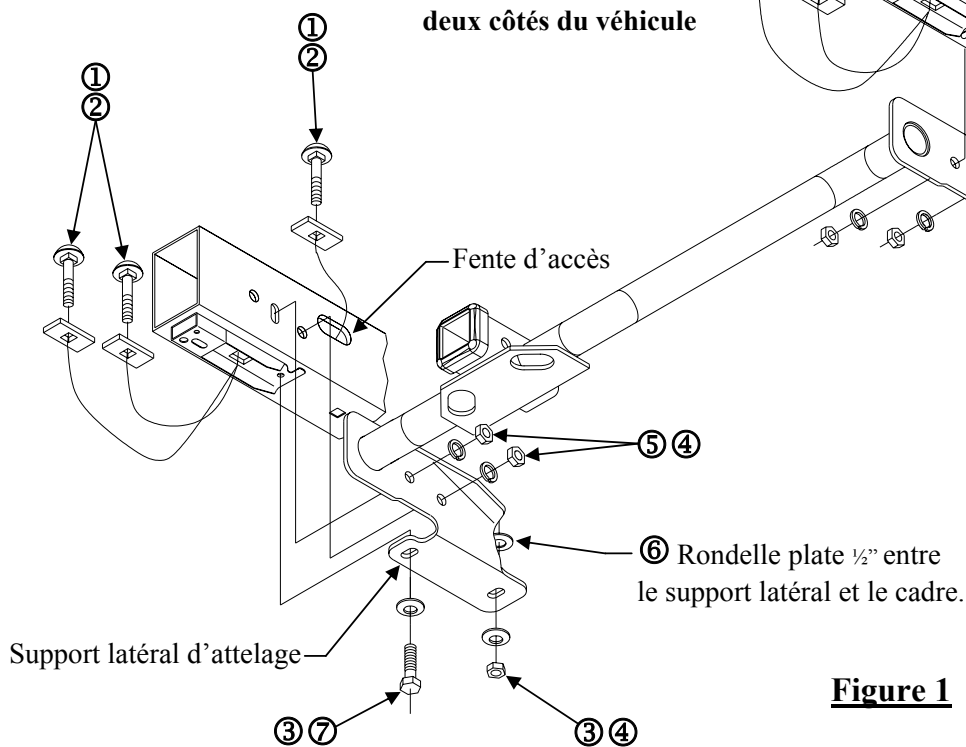

Figure 1
4. Fishwire $\frac{1}{2}$ " carriage bolt and block through access slot in vehicle frame and down through square hole in vehicle frame, each side as shown in Figure 1.
Note: Flat washer MUST be placed between hitch side bracket and frame at this attaching point, typical both sides (see Figure 1). Loosely install conical washers and nuts to hold hitch in place.
7. Fishwire $\frac{1}{2}$ " carriage bolts and blocks through access hole in vehicle frame and into holes in side of vehicle frame rail, two per side, as shown in Figure 1.
8. Install lock washers and nuts, two per side, as shown in Figure 1.
4. À l'aide d'un fil de tirage, faire passer un boulon de carrosserie 1/2 po et son bloc à travers la fente d'accès du cadre du véhicule, puis par en bas à travers l'orifice carré du cadre, et ce de chaque côté, comme illustré sur la figure 1.
Remarque : La rondelle plate DOIT être placée entre le support latéral d'attelage et le cadre à ce point de fixation, d'une façon similaire des deux côtés (voir la figure 1). Installer sans trop serrer les rondelles coniques et les écrous pour maintenir l'attelage en place.
7. À l'aide d'un fil de tirage, faire passer des boulons de carrosserie 1/2 et leurs blocs à travers le trou d'accès du cadre du véhicule, puis dans les trous sur le côté du longeron (deux par côté), comme illustré à la figure 1.
8. Installer les rondelles freins et les écrous (deux par côté), comme illustré à la figure 1.